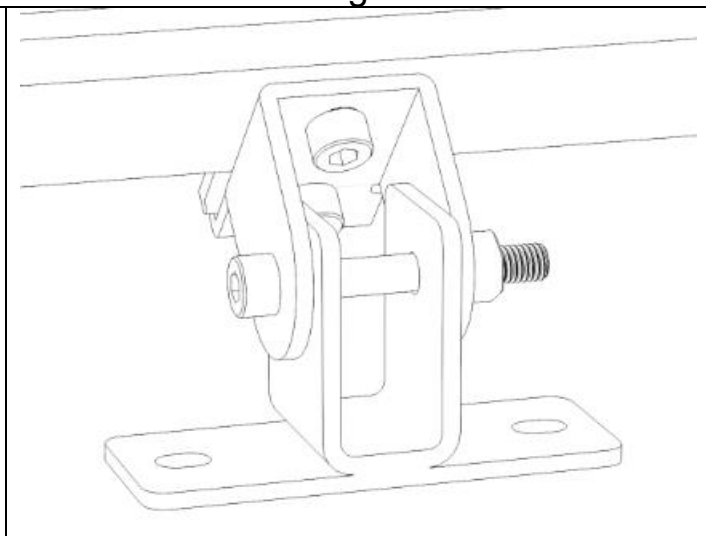

Bild 10
- Verwenden Sie die Schraube M8x50 (I) und eine Sechskantmutter (E), um die Verbindung festzuziehen (Bild 10).